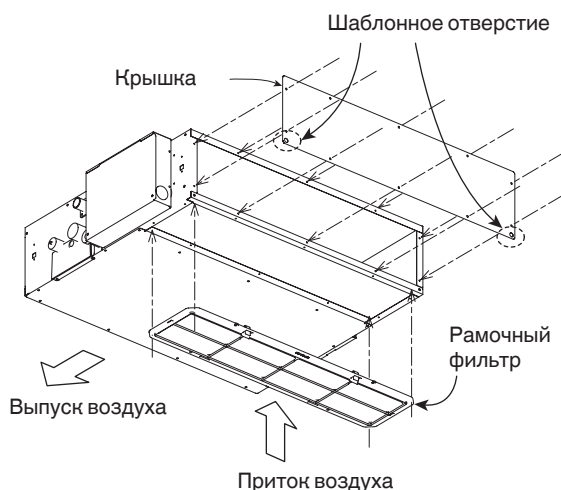

Рис. 3-5
- (2) См. рисунок для установки крышки и рамочного фильтра в направлении стрелки. (Рис. 3-5)